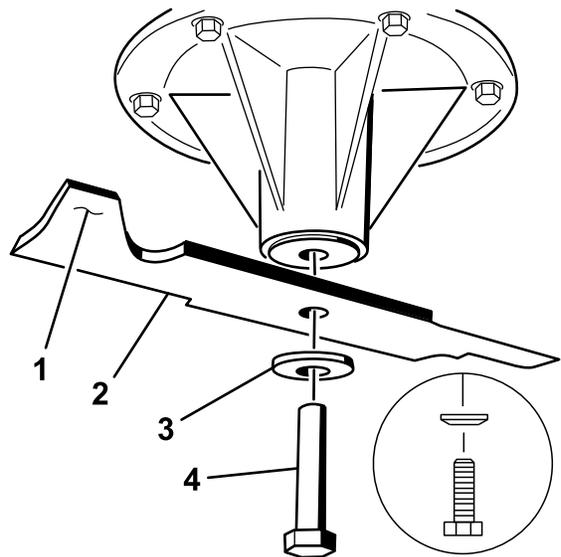
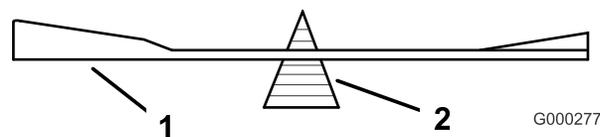

Figura 65
Figura 68
2. En las plataformas de cortacésped de 40 y 48 pulgadas, retire del eje el perno de la cuchilla, la arandela curva y la cuchilla (Figura 65).
1. Instale la cuchilla en el eje (Figura 65).
Importante: La vela de la cuchilla debe apuntar hacia arriba y hacia el interior del cortacésped para asegurar un corte correcto (Figura 65).
2. En las plataformas de cortacésped de 40 y 48 pulgadas, instale la cuchilla, la arandela curva y el perno de la cuchilla (Figura 65).
2. Verifique el equilibrio de la cuchilla colocándola sobre un equilibrador de cuchillas (Figura 68). Si la cuchilla se mantiene horizontal, está equilibrada y puede utilizarse. Si la cuchilla no está equilibrada, rebaje algo del metal en la parte de la vela solamente (Figura 65). Repita este procedimiento hasta que la cuchilla esté equilibrada.